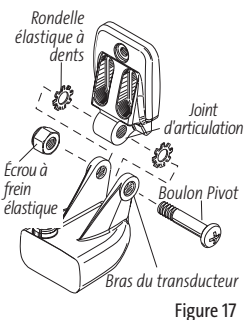
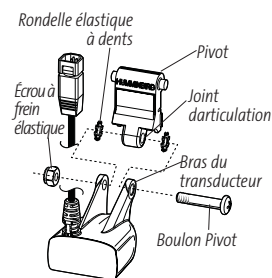
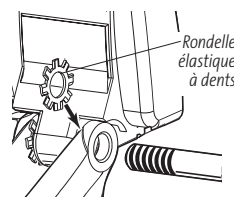

Figure 17
Figure 18
Figure 19
1. Fixez le support de montage monopièce (Figure 17) ou à deux pièces à pivot (Figure 18) au corps du transducteur à l'aide du boulon pivot à tête Phillips (cruciforme) de $\frac{1}{4}$ po (6.35 mm)-20 x $1\frac{1}{4}$ po, de l'écrou à frein élastique, et des deux rondelles élastiques à dents (Figure 19).
2. À l'aide d'un tournevis à pointe Phillips (cruciforme) et d'une clé 11.11 mm ($\frac{7}{16}$ po), serrez légèrement le boulon pivot (Figures 17, 18). Ne serrez pas complètement l'assemblage pour l'instant, afin de pouvoir régler l'angle de pivot plus tard.